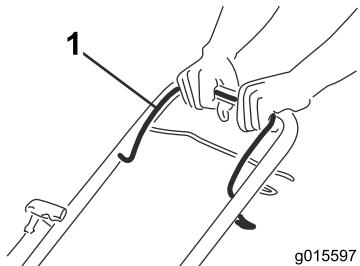

Рисунок 16
- Удерживайте штангу управления ножом (Рисунок 16) прижатой к рукоятке.